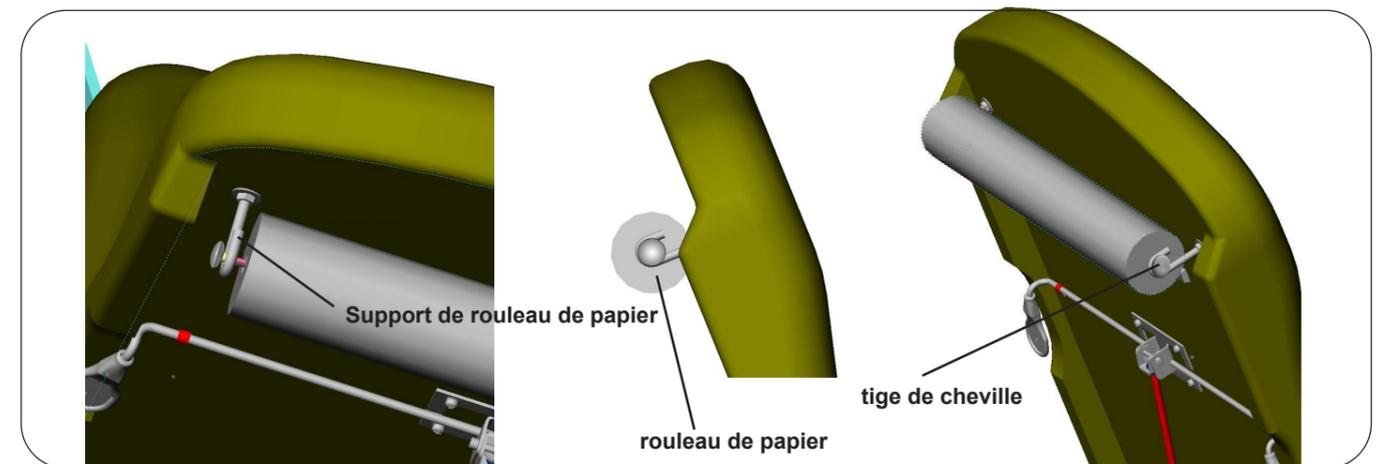

Figure 5. Installation du rouleau de papier
- Faites glisser la tige de cheville à travers le rouleau de papier (voir Figure 5).